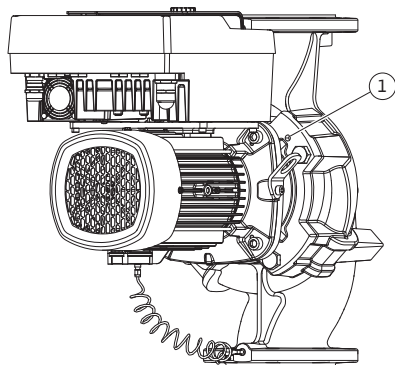

Fig. 11: Estrazione del set di innesto tramite fori filettati (a seconda del tipo di pompa)
A questo scopo, per il tipo di pompa rappresentato nella Fig. II e Fig. III utilizzare i due fori filettati (Fig. 11, pos. 1). Per questa operazione, servirsi delle opportune viti fornite a cura del committente (es. M10 x 25 mm).
5. Estrarre il set di innesto (vedi Fig. 4) dal corpo pompa. A tal fine, utilizzare i due fori filettati (vedi Fig. 11). Per allentare la sede, avvitare le viti M10 di lunghezza adeguata nei fori filettati.
7. Allentare le due viti trattenute sulla lamiera di protezione (Fig. II, pos. 27) e rimuovere la lamiera di protezione.
8. Introdurre nella finestra della lanterna una chiave fissa con apertura da 27 mm e tenere fermo l'albero sulle superfici piane della chiave (Fig. II, pos. 16). Svitare il dado della girante (Fig. II, pos. 22). Estrarre la girante (Fig. II, pos. 21) dall'albero utilizzando un estrattore adatto.
9. Allentare la lamiera di sostegno del trasduttore di pressione differenziale (Fig. I, pos. 13) dalla flangia motore, allentando la vite (Fig. II, pos. 10). Lasciar appeso il trasduttore di pressione differenziale (Fig. I, pos. 8) con la lamiera di sostegno (Fig. I, pos. 13) ai tubi di misurazione della pressione (Fig. I, pos. 7). Staccare il cavo di collegamento del trasduttore di pressione differenziale nel modulo elettronico.
10. Allentare le viti (Fig. II, pos. 10 e pos. 10a).
11. Allentare la lanterna dal centraggio motore mediante un estrattore a due bracci (estrattore universale) e staccarla dall'albero. Durante questa operazione, si stacca anche la tenuta meccanica (Fig. I, pos. 25). Evitare di inclinare la lanterna.
12. Se la tenuta meccanica è stata danneggiata, spingere l'anello contrapposto (Fig. I, pos. 26) della tenuta meccanica fuori dalla sua sede nella lanterna. Introdurre nella lanterna il nuovo anello contrapposto.